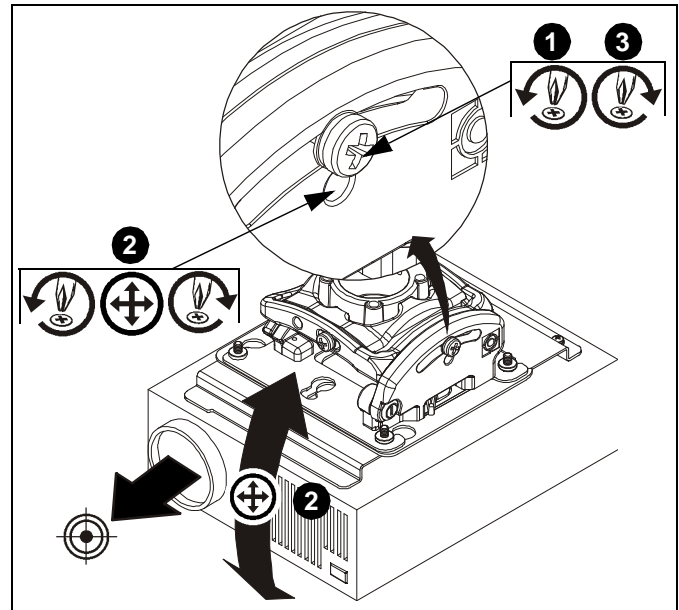

Abb. 13
1. Lösen Sie die Feststellschraube für die Einstellung der Drehung um die QUERACHSE mit einem Nr. 2-Kreuzschlitzschraubendreher. (Siehe Abb. 13)